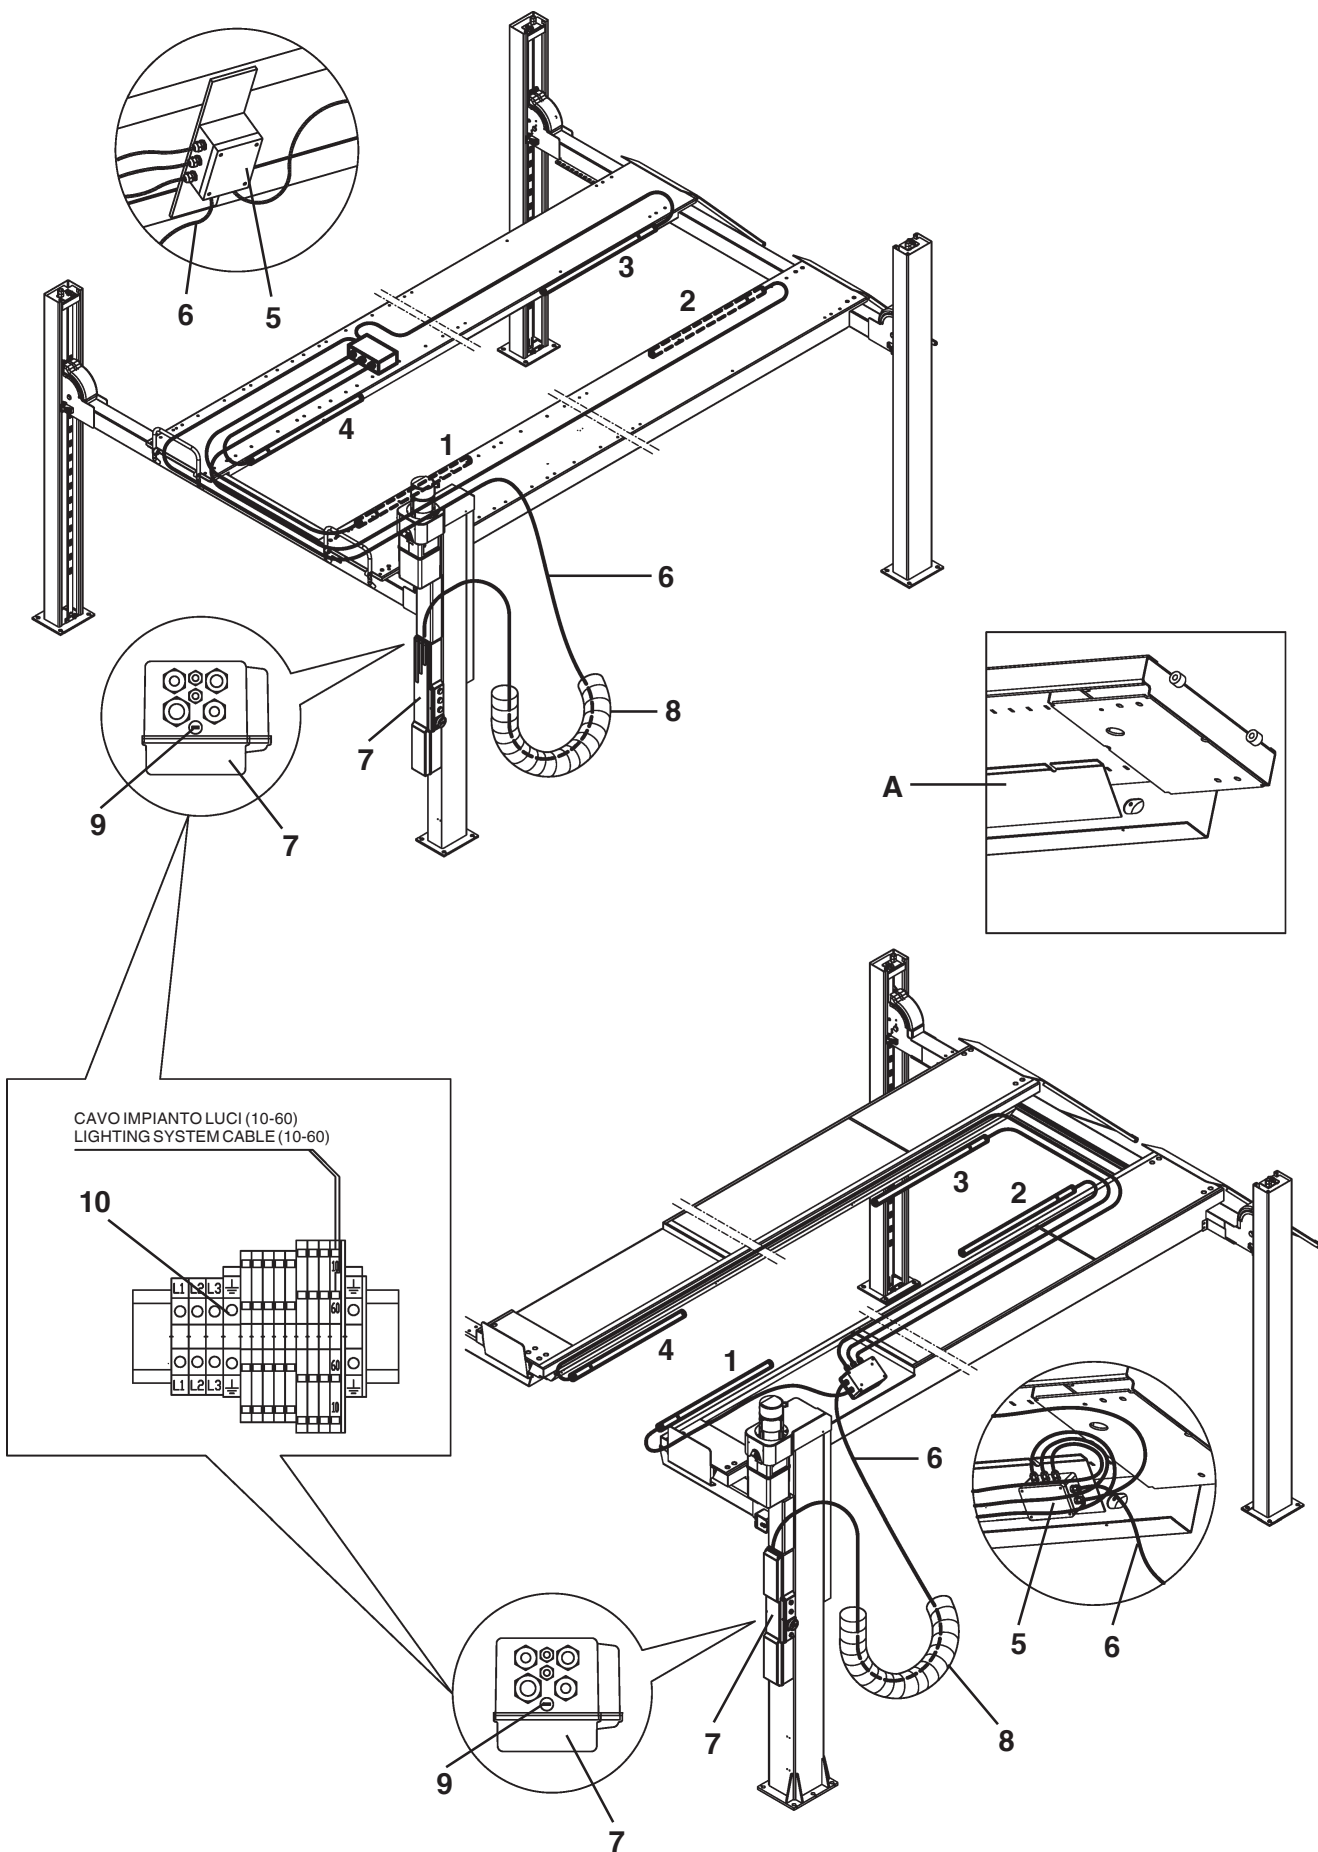

Fig.32
- A Fissare la scatola di derivazione (5 Fig.32) utilizzando la viteria fornita.
- B Montare i tubi illuminanti secondo la numerazione indicata in Fig.32 avendo cura di posizionare le parti dotate di connessioni rivolte verso l'esterno del ponte per facilitare l'inserimento dei cavi nelle intercapedini A delle pedane.
- C Inserire il cavo elettrico (6) di collegamento tra la scatola di comando (7) e quella di derivazione (5), nella guaina portatubi (8); successivamente posizionare i cavi all'interno della pedana come indicato in Fig. 32.
- D Sostituire il tappo (9) presente nella parte superiore della cassetta elettrica (7) con l'apposito pressacavo per il passaggio del cavo di alimentazione lampade.
- E Eseguire la connessione del cavo nell'apposita morsettiera (10) contenuta nella scatola di comando.
- A Secure the connector block box (5 Fig. 32) with the supplied screws.
- B Install lighting tubes following the numbering in Fig.32; parts featuring connections should be pointing out for easier cable fitting into board cavities A.
- C Insert the cable (6) connecting the control box (7) with the connector block box (5) into the tube sheath 8 then position the cables into the board as shown in Fig.32.
- D Change plug (9) present on the upper side of electric box (7), using the special cable grip for lamps power cable routing.
- E Connect the cable with the terminal board (10) into the control box.
- A Die Verbindungsdose mit den mitgelieferten Schrauben (5 Abb.32) befestigen.
- B Die Leuchtröhren unter Einhaltung der in Abb.32 angegebenen Numerierung montieren, wobei die Teile mit Verbindungen nach Außen gerichtet werden sollten, um die Einführung der Kabel in die Zwischenräume A der Plattformen zu erleichtern.
- C Das elektrische Kabel (6), das den Steuerkasten (7) mit der Verbindungsdose (5) verbindet, in die Kabelhülle
einfügen 8 , dann die Kabel auf den Plattformen, wie in Abb.32 angegeben, verlegen.
- A Fixer la boîte de dérivation (5 Fig. 32) en utilisant les vis fournies.
- B Monter les tubes d'éclairage selon la numérotation indiquée Fig.32 en prenant soit de positionner les parties dotées de branchements vers l'extérieur du pont afin de faciliter l'introduction des câbles dans les interstices A des chemins de roulements.
- C Introduire le câble électrique (6) de raccordement entre la boîte de commande(7) et la boîte de dérivation (5) dans la gaine porte-tubes (8), puis positionner les
câbles à l'intérieur du chemin de roulement comme indiqué Fig.32.
- A Fäst shuntmodulen (5 Fig.32) genom att använda medföljande skruvar.
- B Montera belysningsrören enligt nummersekvensen som indikeras i Fig.32 och var noga med att placera delarna som är försedda med anslutningar vända utåt på bron för att underlätta insättningen av kablarna i mellanrummen A på ramperna.
- C Sätt in elkabeln (6) för anslutning mellan styrhuset (7) och shuntmodulen (5), i rörhylsan (8); placera sedan kablarna i rampen så som indikeras i Fig. 32.
- D Byt ut proppen (9) som sitter på den övre delen av elskåpet (7) med den särskilda kabelpressen för att låta kablarna för matning av lamporna passera.
- E Utför kabelanslutningen i det särskilda kabelfästet (10) som finns i styrlådan.